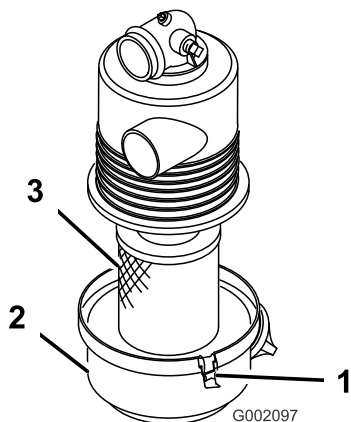

图16
1. 检查空气滤清器壳体是否有可能导致空气泄漏的损坏。确保盖子密封在空气滤清器壳体周围（图16）。
2. 松开将空气滤清器盖固定到空气滤清器外壳上的门锁（图16）。
3. 从空气滤清器外壳上分离空气滤清器盖，并清洁盖子的内部（图16）。
3. 将空气滤清器滤芯插入空气滤清器外壳（图16）。
4. 将空气滤清器盖与空气滤清器外壳对齐（图16）。
5. 用门锁（图16）将盖子固定到外壳上。